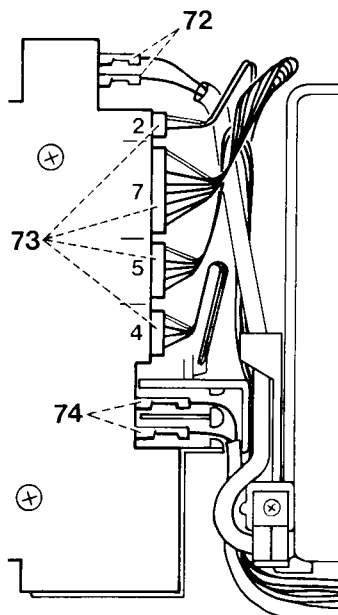

Fig. 58a
- Die zwei Kabel 72 des Fußanlassers abziehen (siehe Abb. 58a).
- Nach der Überprüfung wieder alle Kabel abziehen und wieder nach Abb. 58a anschließen.
- Pull off the two foot control wires (Fig. 58a).
- After the check, disconnect all wires and connect them again as shown in Fig. 58a.
- Débrancher les deux fils 72 du rhéostat (fig. 58a).
- Après la vérification, débrancher tous les câbles et rebrancher selon fig. 58a.